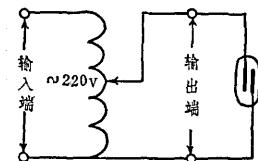

图 7
**天线开关的检查:**首先检查放电管的性能。利用雷达自身的自耦变压器,将它的输出两根导线暂拆除,使放电管两级分别与变压器输出两端连接好(见图7)。逐渐升压测出放电管起辉时的电压(称起辉电